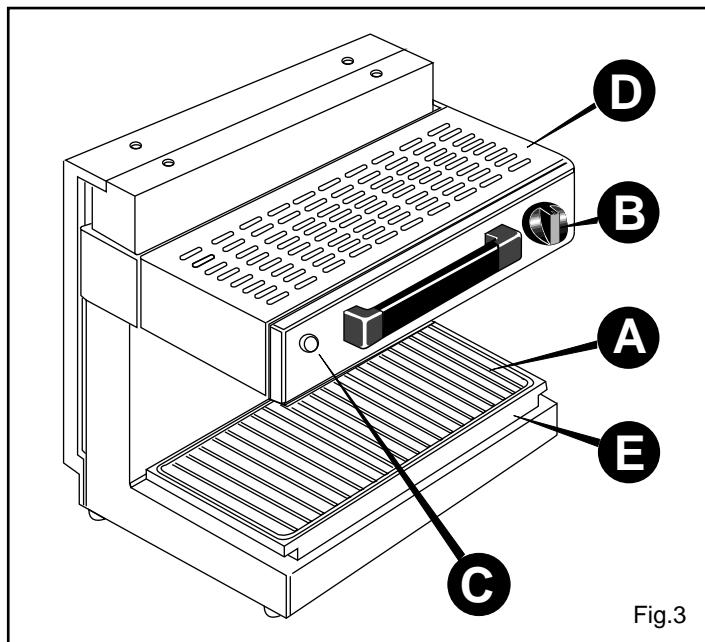

Fig.3
- Posicíonen los alimentos que se han de gratinar sobre la parrilla **A** (fig.3).
Todas las operaciones deben realizarse con el aparato apagado, (interruptor general desconectado), y completamente frío. Laven la bandeja **E** y la parrilla **A** (fig. 3) con agua caliente y un detergente no abrasivo.